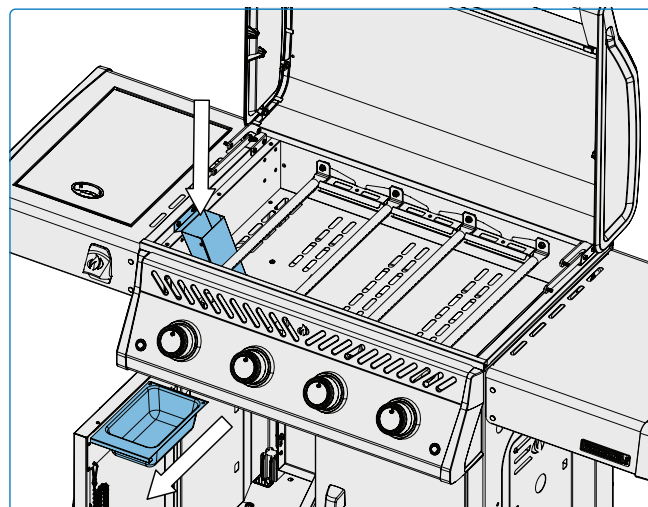

Fig. 11
1. Als het apparaat volledig is afgekoeld, verwijdert u de opvangbak voorzichtig recht uit de apparaatwagen zonder deze te kantelen. **(Afb. 11).**